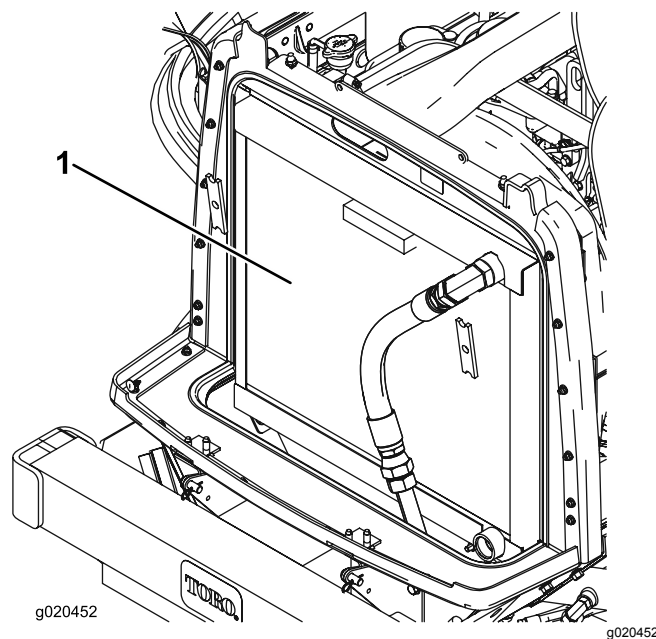

Рисунок 95
3. Тщательно очистите сжатым воздухом область с обеих сторон радиатора и маслоохладителя (Рисунок 95).